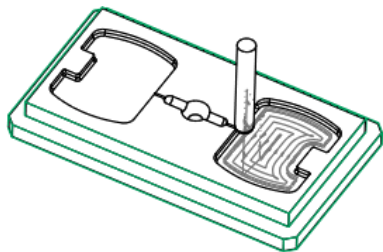

图 10.4.33 刀具的行走路线
Step1. 在**▼ NC SEQUENCE (NC 序列)**菜单中选择**Play Path (播放路径)**命令，此时系统弹出**▼ PLAY PATH (播放路径)**菜单；然后在**▼ PLAY PATH (播放路径)**菜单中选择**Screen Play (屏幕播放)**命令。单击“播放路径”对话框中的**▶**按钮，观测刀具的行走路线，如图 10.4.33